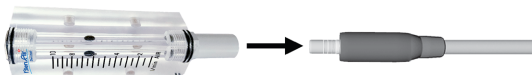

FIG. 5
5. Подключите расходомер к передней части, затем включите подачу охлаждающего воздуха и измерьте его расход. Значение измеряется по середине шарика расходомера в соответствии со стандартом JIS B7551 (рис. 5).